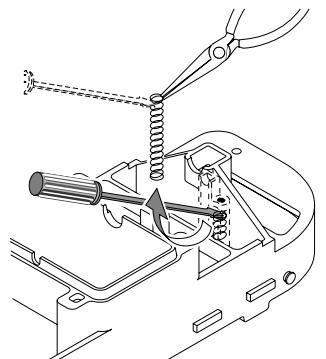

Figure 22
7. À l'aide d'un petit tournevis (comme celui d'un bijoutier), d'un crayon ou la pointe d'un stylo, appuyer sur le ressort hélicoïdal, puis le sortir de l'axe de fixation de la brosse de relevage (Figure 22). Au besoin, remplacer la brosse et le ressort.